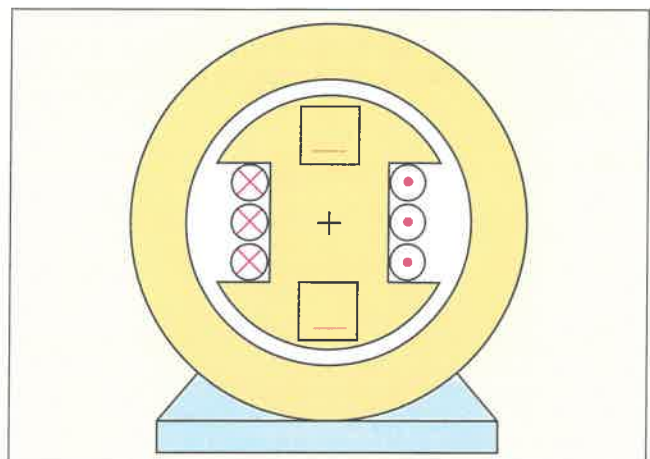

Bild 3: Elektromagnet in einer elektrischen Maschine
- Tragen Sie im **Bild 3** den Verlauf der Feldlinien des drehbaren Elektromagneten ein.